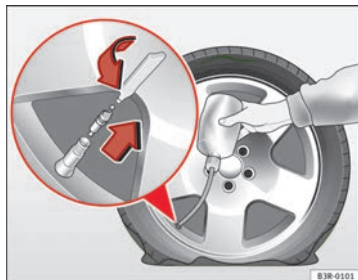

Fig. 198 Efectuar la reparación
- Retire la caperuza de la válvula del neumático y desenrosque el obús de la válvula con el útil que se suministra ⇒ fig. 198.